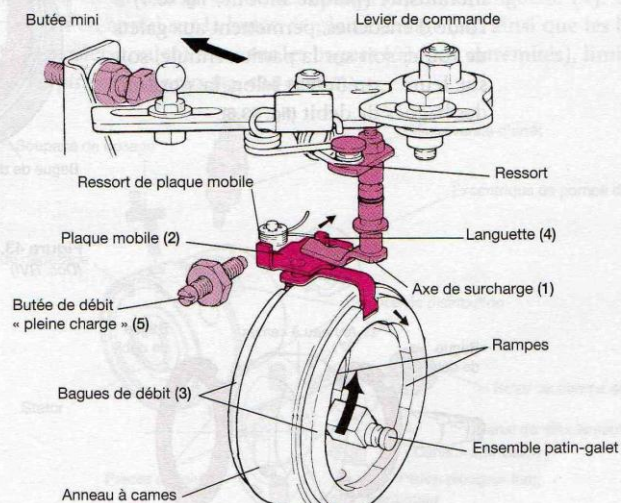
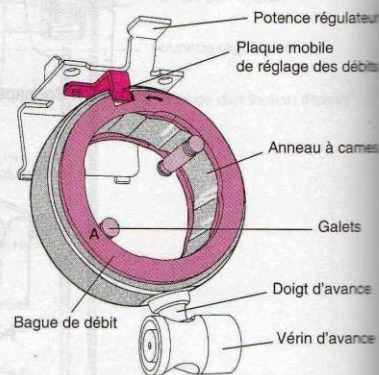
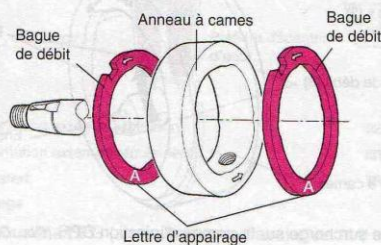
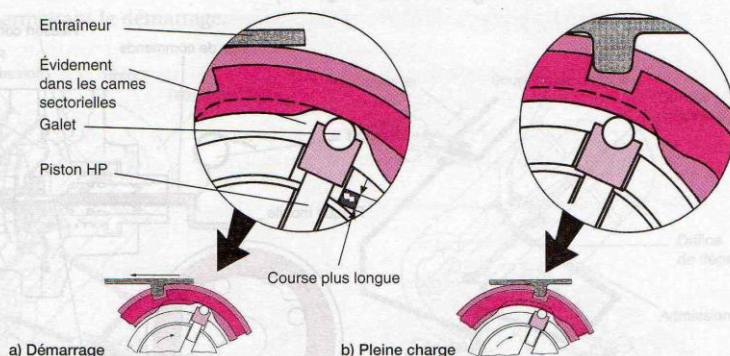

Figure 43.3. Système de surcharge sur la pompe d'injection DPS (Doc. Delphi-Diesel)
Figure 43.4. Dispositif de réglage des débits (Doc. RVI)
Figure 43.5. Appareillage des bagues de débit (Doc. RVI)
Figure 43.6. Positions des bagues de débit sur une pompe d'injection DPS (Doc. VAG)
- Dispositif de surcharge automatique à l'aide de « bagues de débit » (fig. 43.3 à 43.5).
La pompe DPS comporte un dispositif spécifique de réglage des *débits*. Deux « bagues de réglage », placées de part et d'autre de l'anneau à cames (fig. 43.4 et 43.5) commandées en rotation par un mécanisme (plaque mobile, fig. 43.4) à l'aide d'encoches, permettent aux galets de rouler soit sur la partie centrale, soit sur leurs extrémités, selon la position des bagues de débit (fig. 43.6).
Le levier de commande (fig. 43.3) doit impérativement se trouver en position ralenti. L'ensemble axe-levier de démarrage (1) déplace la plaque mobile (2), et les deux bagues de débit (3). Les galets roulent sur leur partie centrale, dans l'évidement ainsi créé, augmentant la course des *pistons plongeurs* (fig. 43.6). Le débit injecté est maximal (surcharge).
Dès le démarrage du moteur, le déplacement du levier de commande vers l'accélérateur (fig. 43.3) éloigne le levier de démarrage (1) de la languette (4). La plaque mobile revient en appui sur la butée de pleine charge (5), ainsi que les bagues de débit (3). Les galets roulent alors sur les bagues (3) (aux extrémités), limitant ainsi la course des *pistons plongeurs* (fig. 43.5 et 43.7).